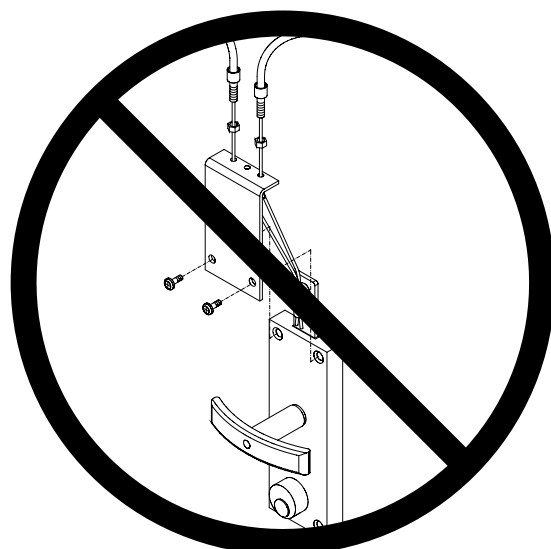

fig. 18
NOTA: SI SCONSIGLIA FORTEMENTE L'INSTALLAZIONE DI AMBEDUE GLI SBLOCCHI ESTERNI SULLA STESSA MANIGLIA (vedi fig. 18).
HINWEIS: Wir empfehlen nachdrücklich die Montage von beiden äusseren ENTriegelungen auf ein- und DEMSELBEN Griff (siehe Abb. 18).
N.B.: NEVER INSTALL BOTH RELEASE DEVICES ON THE SAME HANDLE (see fig. 18).
N.B. : Nous déconseillons vivement l'installation des deux déblocages extérieurs sur la même poignée (voir fig. 18).
NOTA: SE DESACONSEJA ABSOLUTAMENTE INSTALAR AMBOS DESBLOQUEOS EXTERIORES EN LA MISMA MANIJA (Véase fig. 18).